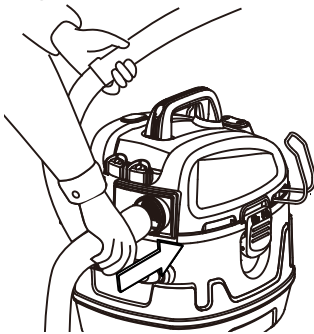

Fig. 8
14. Inserte el extremo más grande de la manguera 12 en el puerto de soplido 1 de la parte posterior del cabezal motriz y fíjelo. **Fig. 8.**